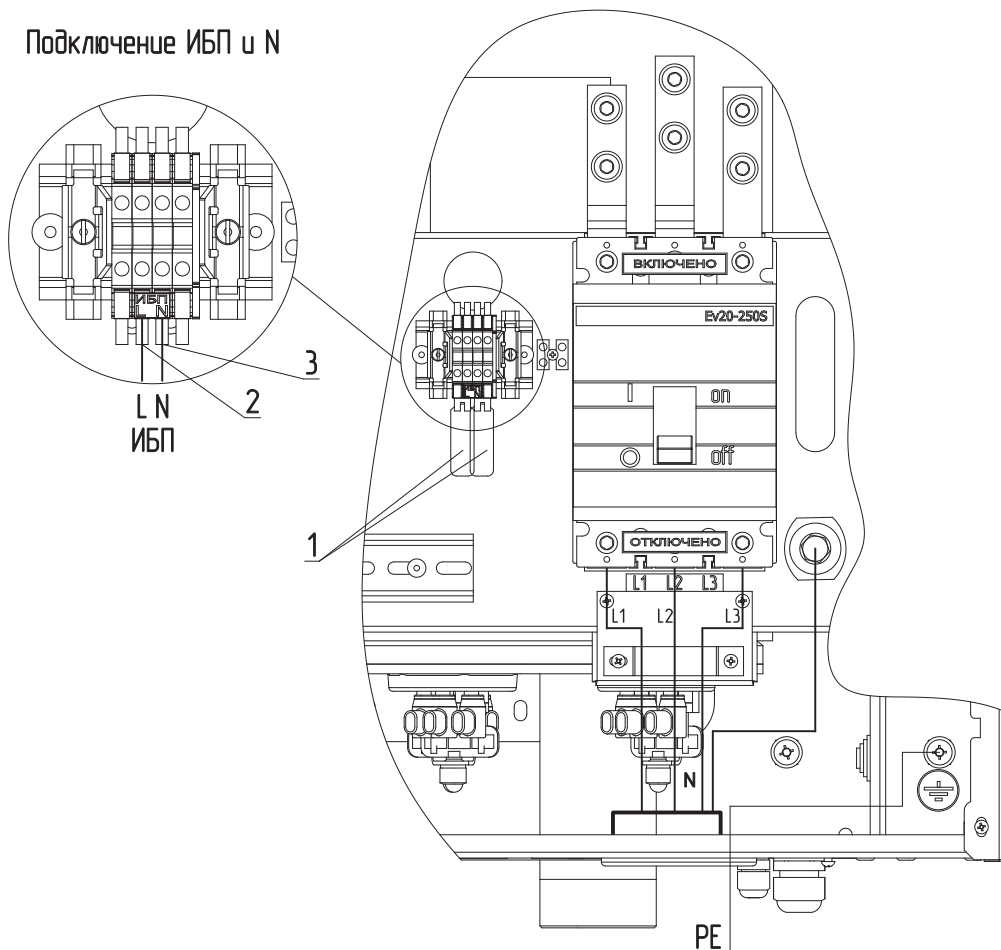

**Рис. 4** Схема подключения электрического котла ZOTA LUX-X 4,5-48 кВт
- Извлечь переключки (Рис.4, Рис. 5, поз.1);
- Подключить провода фазы «L» к колодке (Рис. 4, Рис. 5, поз. 2);
- Подключить провода нейтрали «N» к колодке (Рис. 4, Рис. 5, поз. 3).